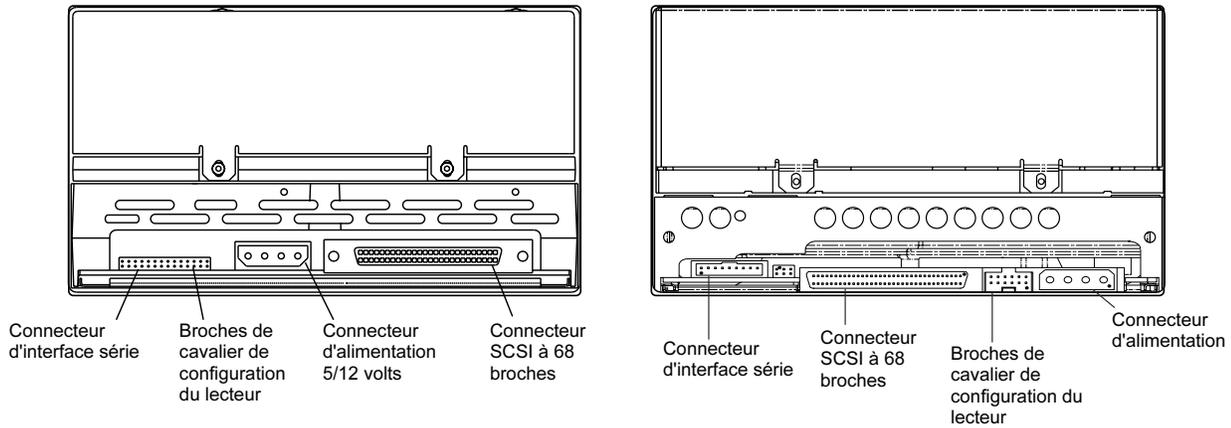

Figure 6. Vue arrière des lecteurs LTO-1 (gauche) et LTO-2 (droite) internes
2. Reliez le câble d'interface SCSI au connecteur d'interface SCSI à 68 broches qui se trouve à l'arrière du lecteur (consultez la figure 6, page 21).
Les lecteurs LTO-1 et LTO-2 internes comprennent une interface série RS-422 pour les bibliothèques sur bande. Ce connecteur est situé à l'arrière du lecteur, en bas à gauche (consultez la figure 6, page 21).
Raccordez un câble d'alimentation à quatre broches au connecteur d'alimentation situé à l'arrière du lecteur. La figure 6, page 21 illustre l'emplacement du connecteur d'alimentation.